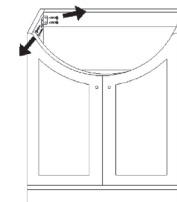

Fig. 5
4. Loosen the 8 screws from the bracket to remove the upper bar from the back of cabinet. See Fig. 5 and 6
4. Desserrez les huit vis du support pour retirer la barre supérieure de l'arrière de l'armoire. Voir les figures 5 et 6
4. Desajuste los ocho (8) tornillos del soporte para sacar la barra superior de la parte de atrás del armario. Ver fig. 5 y 6.